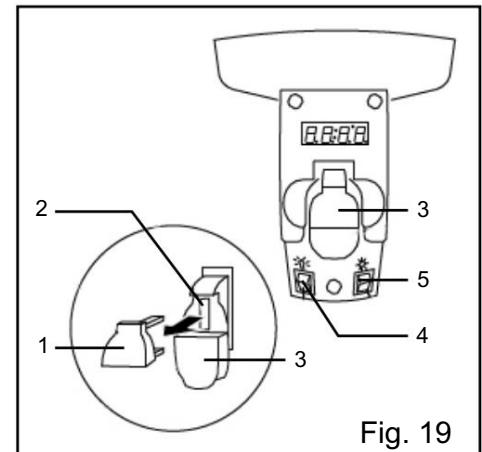

Fig. 19
INTERRUPEUR MARCHE/ARRÊT DE LA PERCEUSE À COLONNE (FIG. 19)
1. Pour mettre la perceuse sous tension, insérez la clé de sécurité jaune (Fig. 19 - 1) dans le boîtier de l'interrupteur (Fig. 19 - 2). Par mesure de sécurité, l'interrupteur ne peut pas être mis sous tension sans la clé de sécurité.
4. Pour verrouiller l'interrupteur en position OFF, retirez la clé de sécurité (Fig. 19 - 1) de l'interrupteur. Conservez la clé de sécurité dans un endroit sûr, hors de portée des enfants.
INTERRUPEURS MARCHE/ARRÊT DE LA LIGNE LUMINEUX ET LASER (FIG. 19)
L'interrupteur d'éclairage (Fig. 19 - 3) est situé sur le couvercle de la lampe.
L'interrupteur laser (Fig. 19 - 4) est situé sous l'interrupteur MARCHE/ARRÊT à droite.